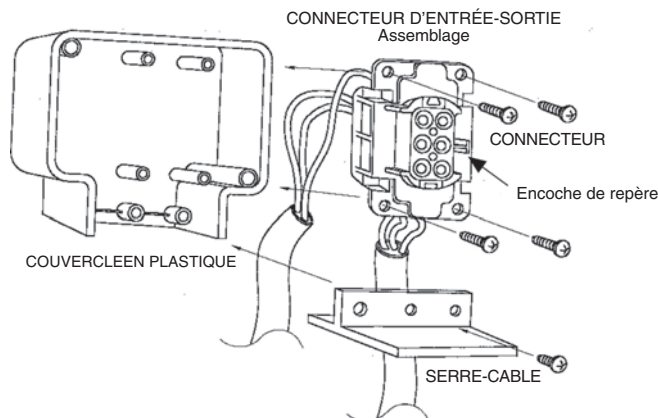

Fig. 3 Couvercle du bornier
2. Branchez le connecteur sur le couvercle en plastique en le fixant par les vis prévues à cet effet, ensuite fixez les fils sur le couvercle par un serre-câble (voir fig. 3).